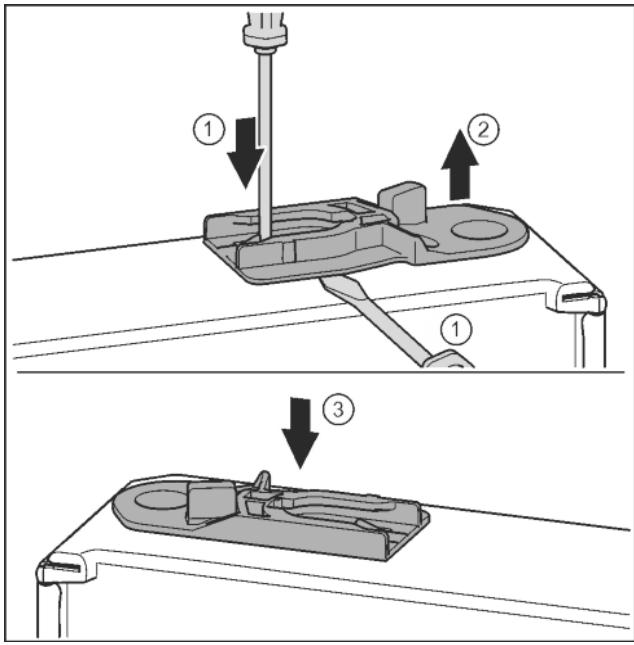

Fig. 35
- ▶ Извлечь направляющее гнездо: нажать накладку шлицевой отвертки и одновременно переместить ее шлицевой отверткой под направляющее гнездо. *Fig. 35 (1, 2)*
- ▶ Прилагаемое при поставке направляющее гнездо вставить на другой стороне корпуса. *Fig. 35 (3)*